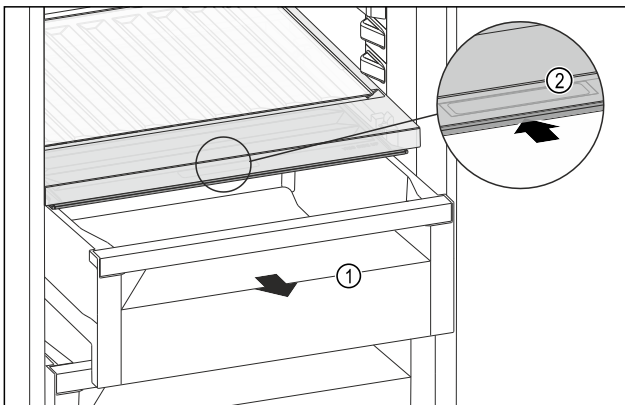

Fig. 198
- Retirer le tiroir Fig. 198 (1).
- Saisir la poignée encastrée Fig. 198 (2) du couvercle du compartiment et pousser le couvercle du compartiment vers l'arrière.